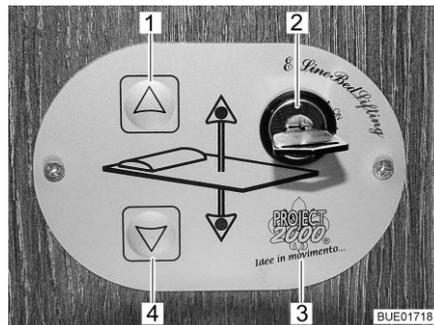

Fig. 77 Elemento de mando
Con las teclas (Fig. 77,1 y 4) en el elemento de mando (Fig. 77,3), se subirá o bajará la cama elevada. Con el interruptor llave (Fig. 77,2), se bloqueará el elemento de mando contra su utilización no autorizada.
- Girar la llave en el interruptor llave (Fig. 77,2) 90° en sentido de las agujas del reloj a la posición "On". El elemento de mando (Fig. 77,3) está activado.
- Pulsar la tecla de flecha (Fig. 77,4) y mantenerla pulsada hasta que la cama elevada haya bajado a la posición deseada.
- Pulsar la tecla de flecha (Fig. 77,1) y mantenerla pulsada hasta que la cama elevada haya subido a la posición final.
Si la cama elevada ya no se deja desplazar con las teclas de flecha (Fig. 77,1 y 4), controlar primero los fusibles (véase apartado 9.11.1). Si los fusibles están en orden y la cama elevada no se deja desplazar a pesar de esto, se podrá manejar la cama elevada en forma manual.